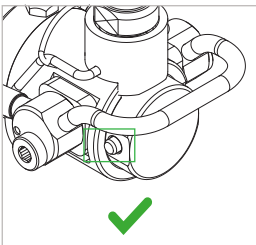

Abbildung 10
**Achtung:** Der Sicherheitsstift (Pos. 5) am Adapter muss nach Druckbeaufschlagung ausgefahren sein (*Abbildung 10*). Die Betätigung ist blockiert, der Adapter kann unter Druck nicht gelöst werden.